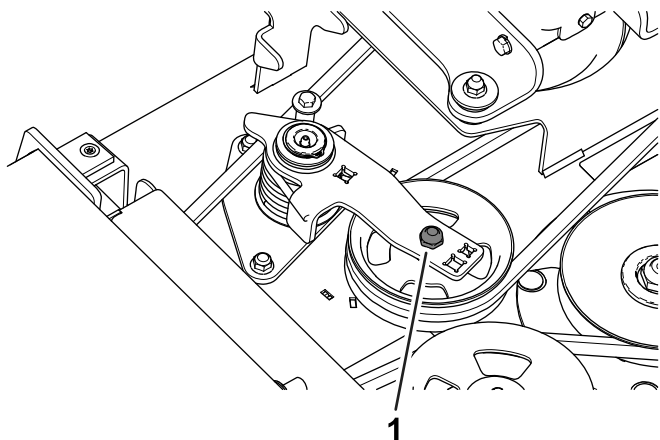

Figura 28
3. Utilizando uma chave de aperto ou ferramenta semelhante, afaste a polia intermédia (Figura 28) da correia da transmissão para libertar a tensão da correia e permitir que esta saia das polias da caixa de velocidades.